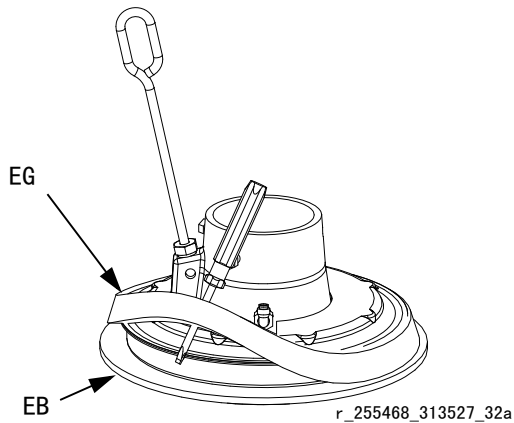

图 13：安装隔圈
2. 从顶部开始操作，使用螺丝刀将隔圈（EG）置于法兰和刮环（EB）之间。参见图 13。